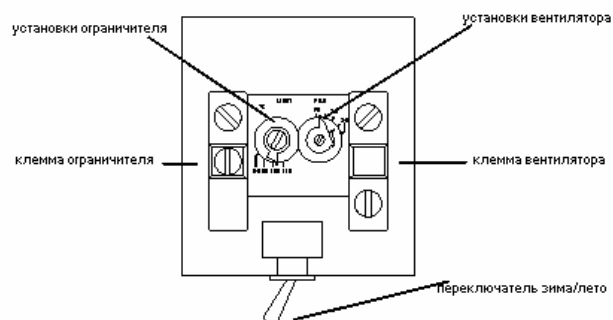

Рис. 4. Двойной термостат White Rodgers 5F464
7.5.6.1 TE 41 и TE 61 - Двойной термостат White Rogers 5F464 (Рис. 4)